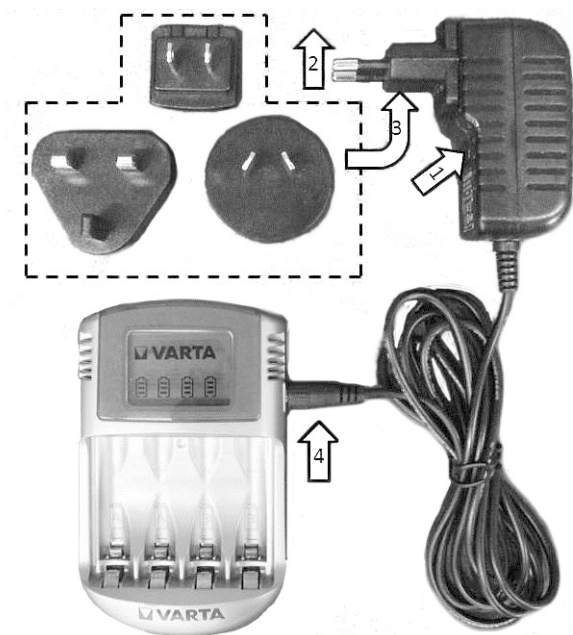

Fig. 3-2 Stekker wisselen, oplader aansluiten
- druk op de knop onder de connector en houd deze ingedrukt (1, Fig. 3-2),